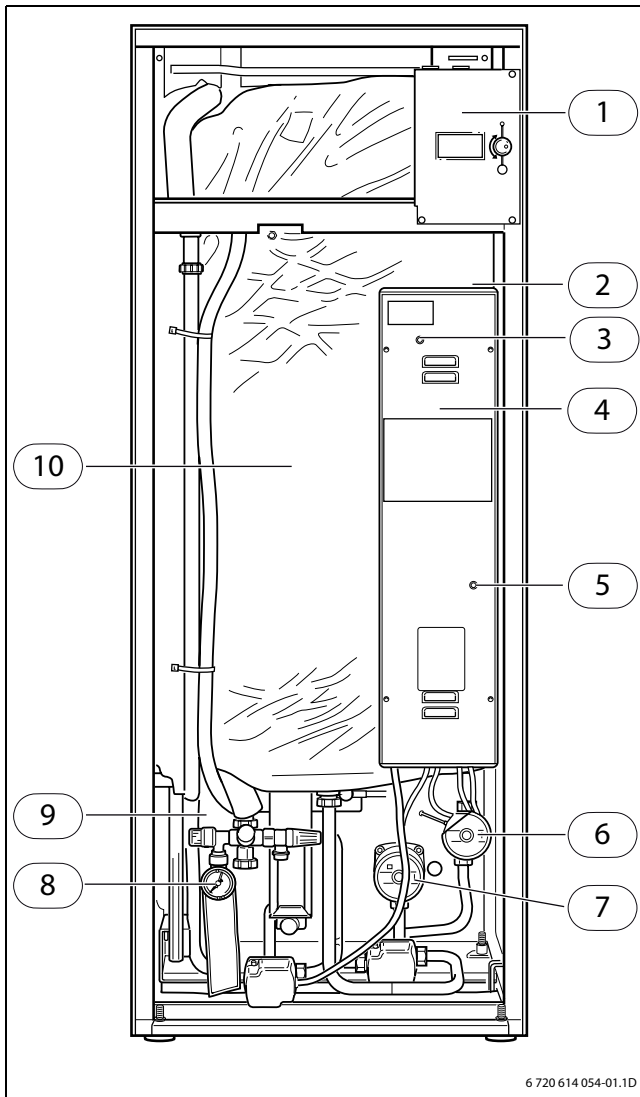

Fig. 1 Indendørs enhed uden afdækning
- Stil overophedningssikringen tilbage ved at trykke på tasten (→ fig. 1 på side 5, (5)).
På oversiden af den indendørs enheds kontaktskab sidder der en kontakt til nøddrift (→ fig. 1 på side 5, (2)). Denne kontakt lyser grønt i normaldrift. Hvis en fejl i styringen fører til afslutning af varmeproduktionen, aktiveres nøddriften automatisk. Kontakten til nøddrift lyser videre. Nøddriften kan også aktiveres manuelt. For at gøre dette aktiveres kontakten. Lampen i kontakten slukkes.